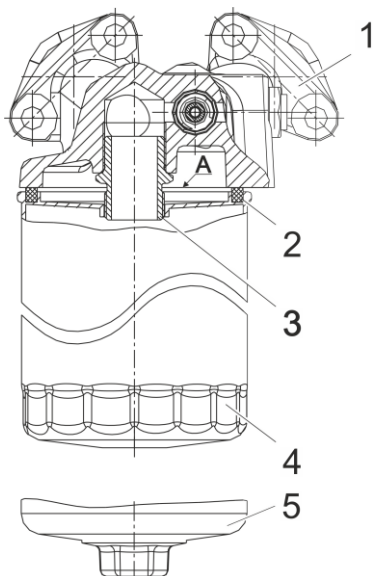

Рисунок 124. Фильтр масляный со сменным фильтром для масла:
С мая 2013 года двигатели ЯМЗ комплектуются фильтром масляным 658.1012010 со сменным фильтром для масла (рисунок 124).
2. Отвернуть сменный фильтр для масла 4 (рисунок 124). В случае затруднённого отворачивания сменного фильтра использовать специальный съёмник.